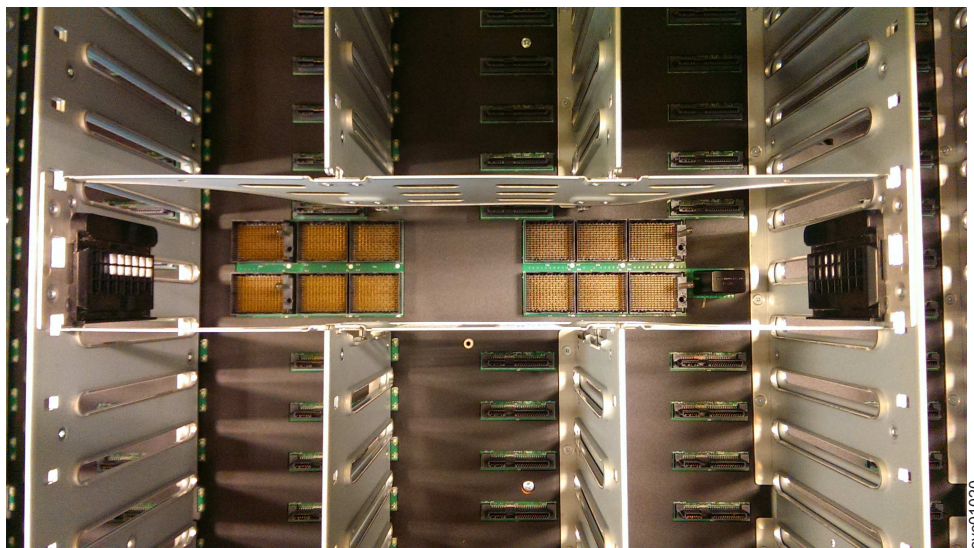

Рисунок 116. Разъемы вспомогательного модуля расширения
**Важное замечание:** Во избежание поражения электрическим током после удаления вспомогательного модуля расширения, не прикасайтесь к разъемам внутри корпуса (FRU P/N 01LJ112) (см. рис. 116).